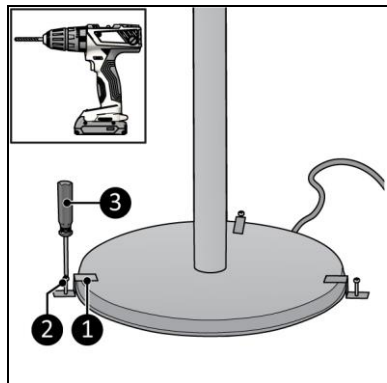

Figure 11
2. Placez les trois brides de fixation (figure 11, pos. 1) sur le socle et sur les trous correspondants.
3. Vissez les brides à l'aide de trois vis (figure 11, pos. 2) et d'un tournevis cruciforme (figure 11, pos. 3).